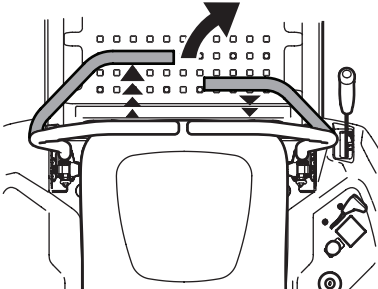

Figura 24
2. Para girar a la derecha, mueva la palanca de control de la transmisión derecha hacia atrás respecto de la palanca izquierda. Consulte la Figura 24.